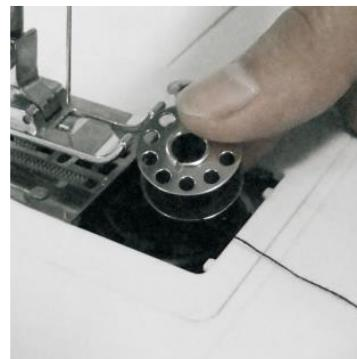

Abb. 8
- 2) Umetnute novi kalem u držač tako da konac ide u smjeru kazaljke na satu. Izvucite 10 cm iz navoja (Abb. 8).